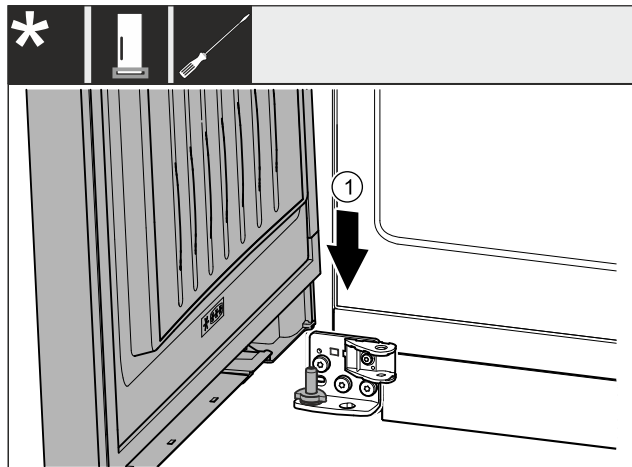

Fig. 30
- ▶ Założyć drzwi od góry na dolny trzpień zawiasu. Fig. 30 (1)